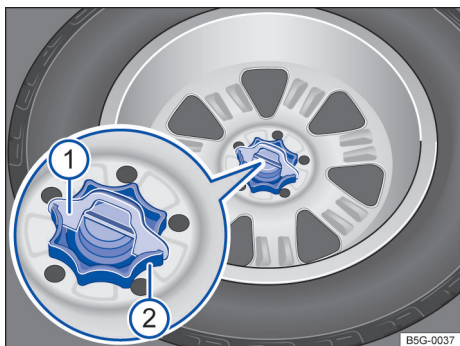

Fig. 254 No compartimento de bagagem: manípulo para fixação da roda sobressalente.
- Retirar o calço da trava contra torção → Fig. 254 ① puxando-o para cima.
- Girar totalmente o manípulo localizado no meio da roda sobressalente → Fig. 254 ② no sentido anti-horário.
- Girar o manípulo sobre o pino rosqueável → Fig. 254 ② no sentido horário até que a roda trocada esteja fixada com segurança.
- Inserir o calço de proteção contra giro → Fig. 254 ① na fenda do pino rosqueável, de modo que o manípulo não possa ser mais girado.